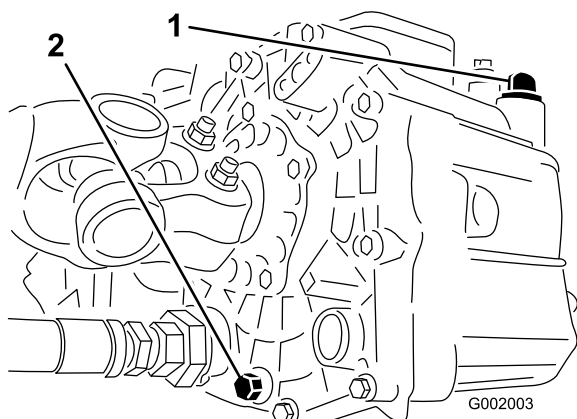

Figura 38
- Retire o bujão de escoamento da parte lateral do reservatório e deixe o fluido hidráulico escorrer para o recipiente (Figura 38).